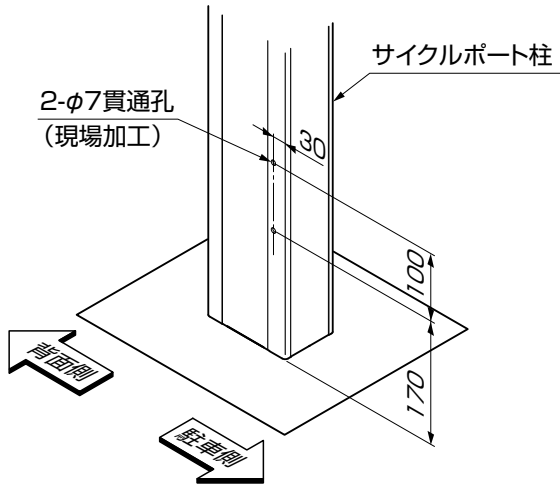

図8-1 サイクルポート柱の加工
- ① サイクルポート柱と束柱に下孔をあけてください。(図8-1、図8-2参照)